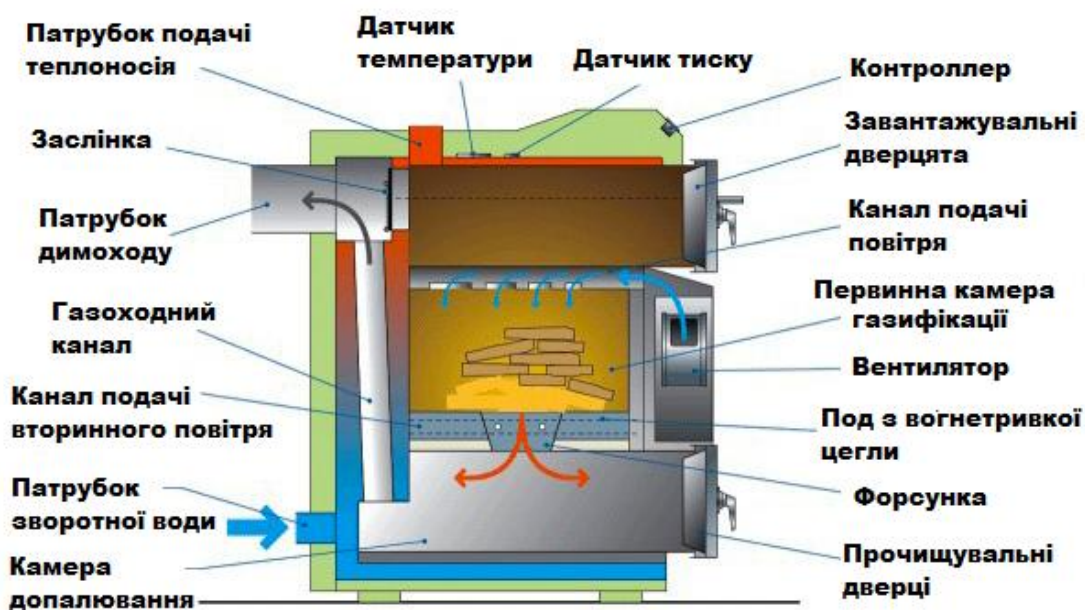

Рис.1.6 Схема роботи піролізного котла
- нижня камера. До неї з верхнього відділення надходить піролізний газ, змішаний з повітрям: результатом його згоряння при температурі +1100 – 1200 градусів є утворення великої кількості тепла. Отримана енергія використовується для нагрівання води та теплоносія (рис.1.6).